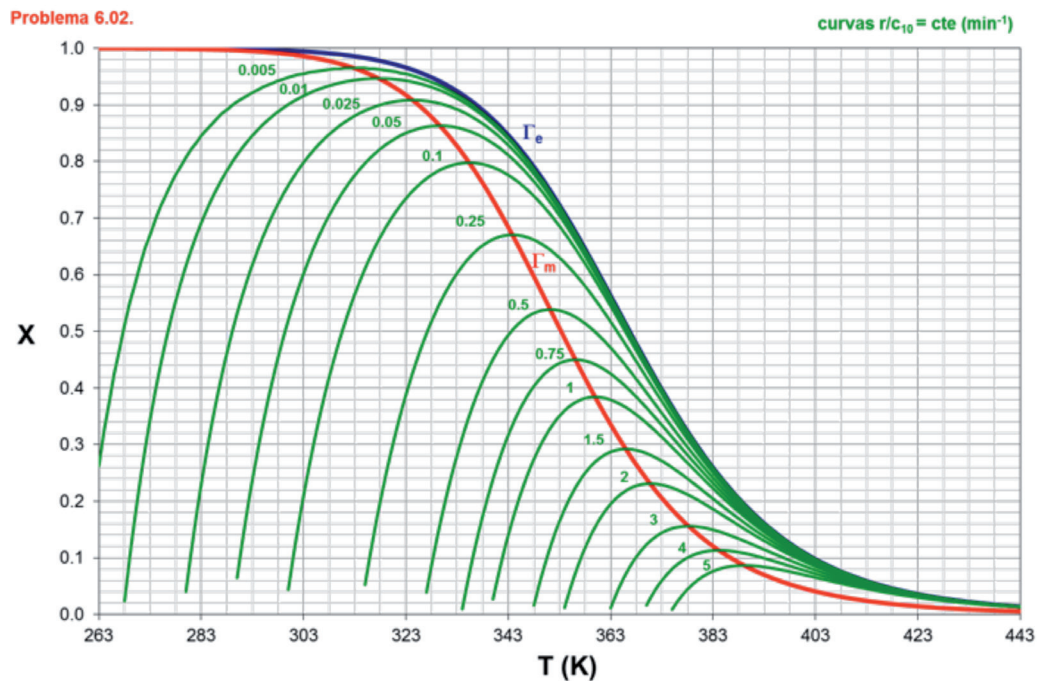

Figura 6.7. Evolución del grado de conversión con la temperatura, incluyendo las curvas  $G_e$  y  $G_m$ : apartado a
**SOLUCIÓN:**  $a_1$ )  $X = f(T)$  (ver Figura 6.7.)
$a_2$ )  $\Gamma_e$  (ver Figura 6.7.)
$a_3$ )  $\Gamma_m$  (ver Figura 6.7.)